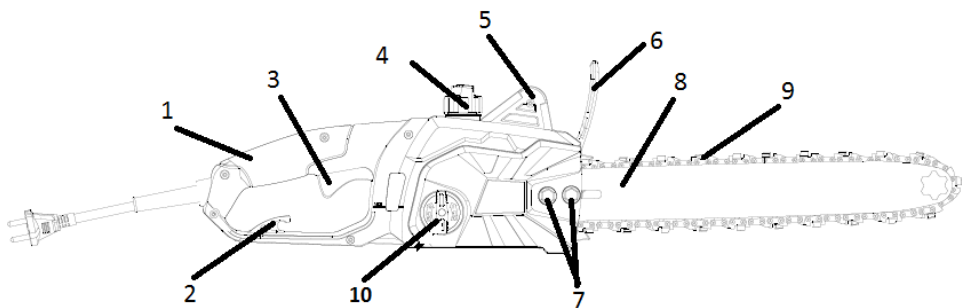

Рисунок 1
корпусу з органами управління та захисту (1,3,5,6); пиляльної гарнітури у складі шини (8), пиляльного ланцюга (9), однофазного колекторного двигуна з подвійною ізоляцією, який встановлений перпендикулярно осі виробу – згідно рис. 1. Самогальмування системи відбувається після вимкнення живлення практично миттєво.
4.1.1 Для увімкнення виробу натисніть на кнопку блокування від випадкового ввімкнення (розташована на основній рукояті), а потім на важіль перемикача (3) (рис. 1). Для відключення виробу слід важіль відпустити.